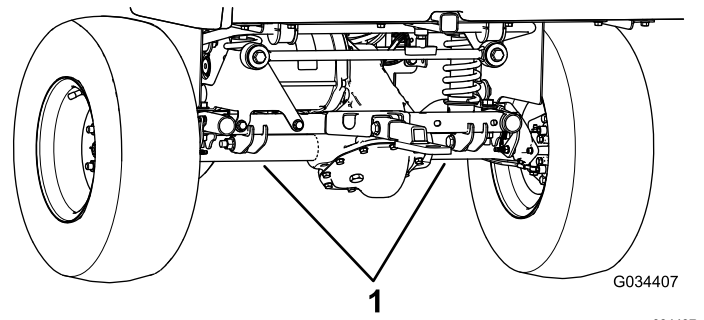

Figura 24
- Il punto di sollevamento nella parte posteriore della macchina si trova sotto i tubi dell'assale (Figura 24).